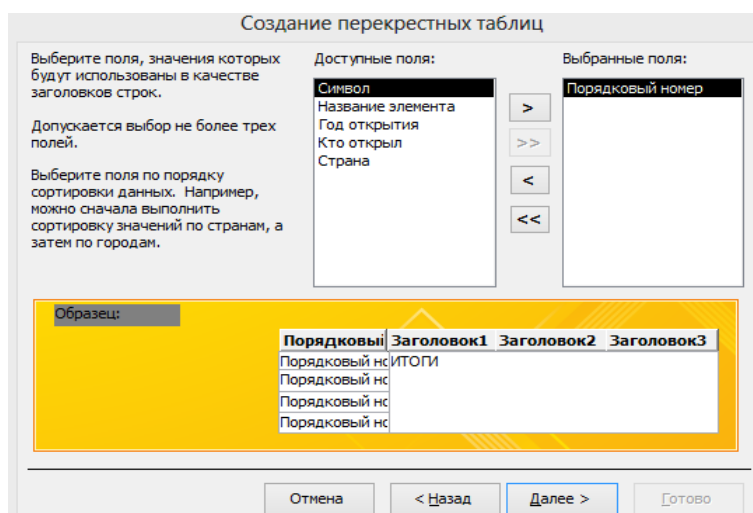

Рисунок 79 – Выбор *Доступных полей*
7. В качестве источников заголовков строк можно выбрать до трех полей, однако чем меньше используется заголовков строк, тем легче будет изучать перекрестную таблицу (рисунок 79).